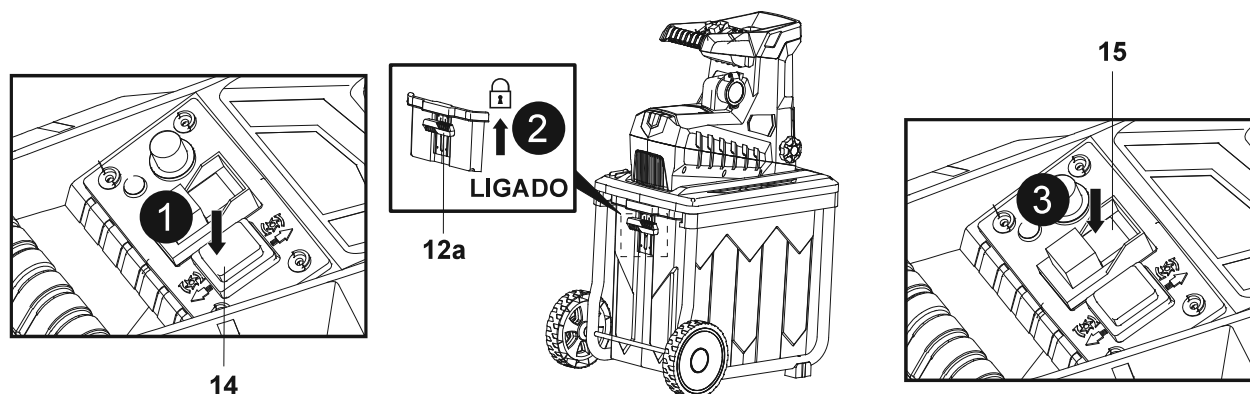

Fig. 10
1. Corte os resíduos de jardim húmidos/murchos para um tamanho adequado após terem estado vários dias armazenados antes de os introduzir no funil de alimentação (2).
2. Certifique-se de que o interruptor de avanço/recuo (14) está na posição de avanço "↓" e que o interruptor de bloqueio (12a) está na posição "ON" (Fig. 10, passos 1, 2).
3. Prima o interruptor de ligar "I" (15) para ligar a máquina (Fig. 10, passo 3).